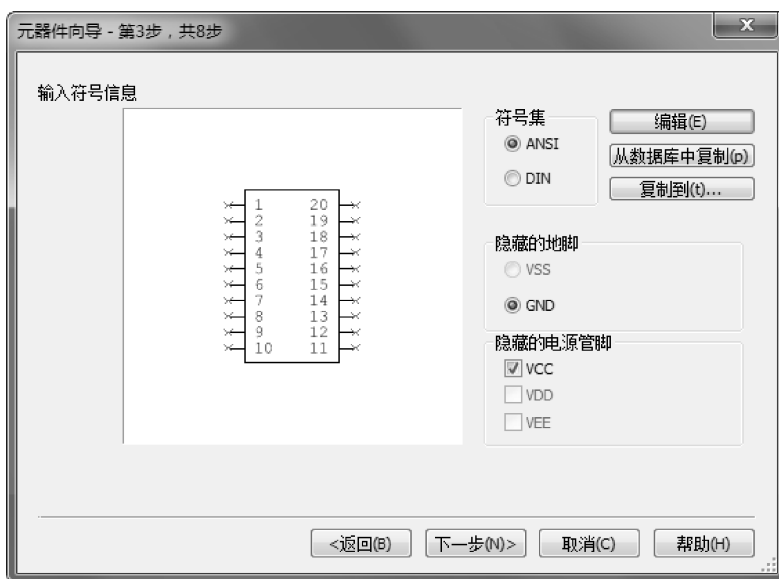

图 10-100 输入符号信息
3) 单击 **下一步(N)>** 按钮，显示第 3 步 “输入符号信息”，在左侧显示符号外观预览图，右侧显示符号的编辑与复制，如图 10-100 所示。